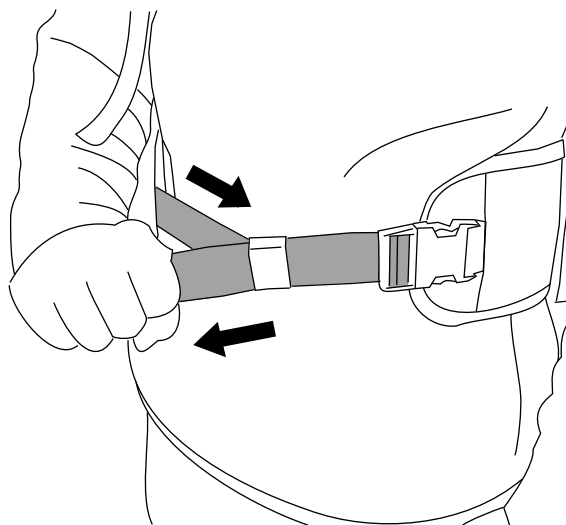

Figura 10
3. Serrate nuovamente la cinghia per i fianchi mentre rimanete in posizione eretta per garantire che sia aderente (Figura 10).